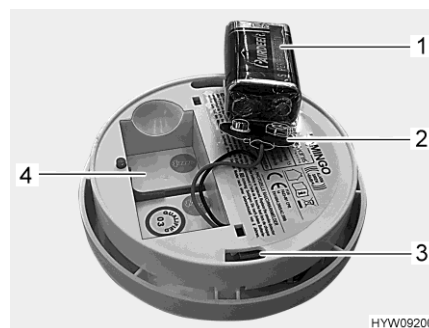

Fig. 147 Rivelatore di fumo (parte posteriore)
- Estrarre la batteria e scollegarla dal suo fermaglio (Fig. 147,2).
- Collegare la batteria nuova (Fig. 147,1) al suo fermaglio (Fig. 147,2), assicurandosi che i poli della batteria si innestino nel fermaglio.
- Inserire la batteria nel suo scomparto (Fig. 147,4).
- Posizionare il rivelatore di fumo (Fig. 148,1) sul supporto (Fig. 148,3). I naselli di ritegno (Fig. 148,2) devono innestarsi nelle aperture (Fig. 147,3) del rivelatore di fumo.